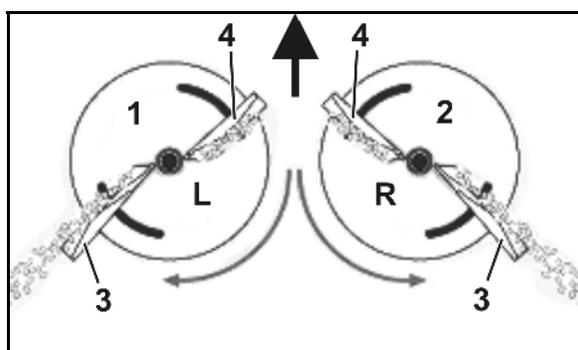

Fig. 28
- disque d'épandage gauche (Fig. 28/1) avec marquage **L**.
- disque d'épandage droit (Fig. 28/2) avec marquage **R**.
- **Longue** (Fig. 28/3) -
- **Courte** (Fig. 28/4) -